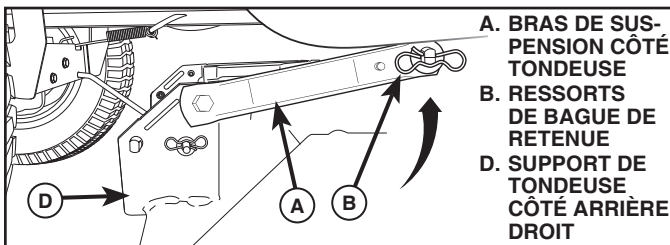

Fig. 12
## 6. ATTACHER LES BRAS DE SUSPENSION (A) CÔTÉ TONDEUSE AU CHÂSSIS (Voir la Fig. 12)
- Mettre le trou avant du bras de suspension (A) sur la goupille sur l'extérieur du châssis du tracteur et fixer avec la grande rondelle et la grande retenue à ressort (B).